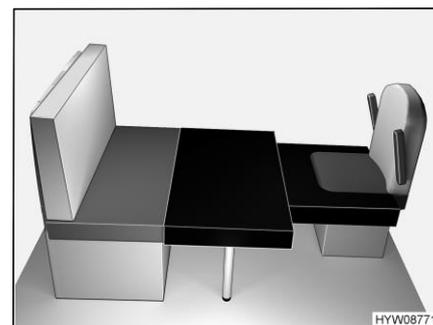

Fig. 79 Dopo la trasformazione
- Posare il cuscino aggiuntivo grande sul piano del tavolo (Fig. 79).
- Posare il cuscino aggiuntivo piccolo sul sedile del conducente (Fig. 79).